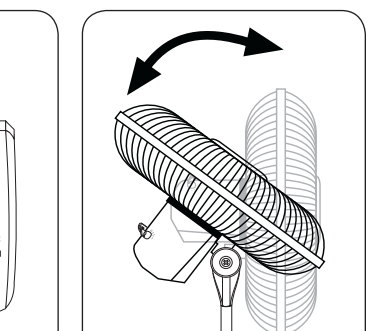

Figure 10
3. **INCLINAISON:** Ce ventilateur est équipé d'une tête multi-angle permettant à l'air de circuler dans toute la pièce. Suivre les instructions ci-dessous pour régler correctement l'angle d'inclinaison du ventilateur. (Figure 10). Placer une main sur le montant, juste au-dessous du col du ventilateur. Placer l'autre main sur le dessus du ventilateur. Pousser ou tirer délicatement la tête du ventilateur pour la mettre à la position souhaitée.
- TILTING:** This Fan is equipped with a multi-angle Fan Head for Whole-Room Air Circulation. Follow the steps below to properly adjust the "tilt angle" of your Fan. (Figure 10) Place one hand on the pole just under the Fan Neck. Place your other hand on top of Fan. Gently push or pull the Fan Head until it is in the desired position.